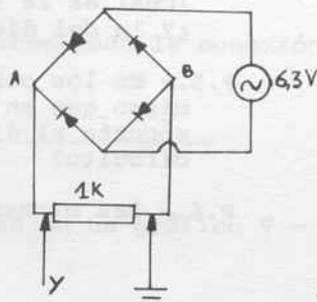

Fig. 53
P.4.- Utilizar el puente de Graetz del polímetro del E.S.E. para montar el circuito adjunto (fig.53 )